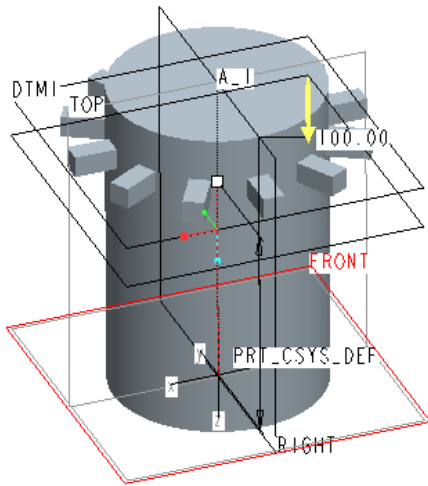
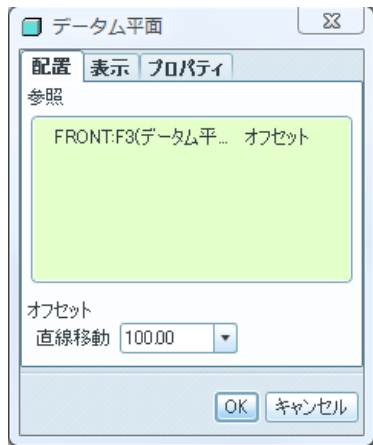

図 13-19 データム平面 DTM2 の追加
図 13-20 DTM2 の追加指定
- ・ 「デーラム平面ツール」 をクリックし、新たなデーラム平面を FRONT 面から 100mm オフセットした位置に定義する。（図 13-19, 図 13-20）